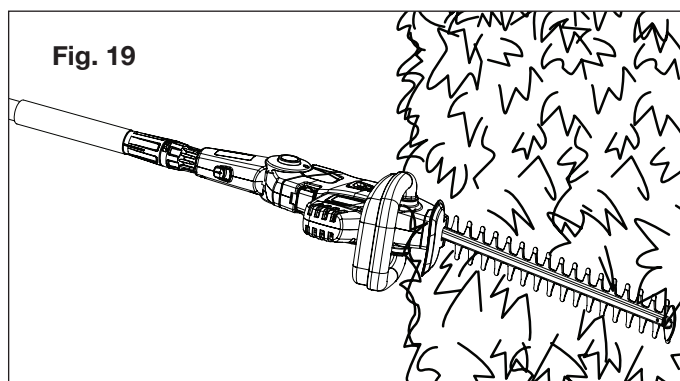

Fig. 19
6. Pour utiliser le taille-haie à manche télescopique pour la taille de feuillage ou de couverture végétale près du sol, tenez le taille-haie à manche télescopique dans la position illustrée ci-dessous (Fig. 19).